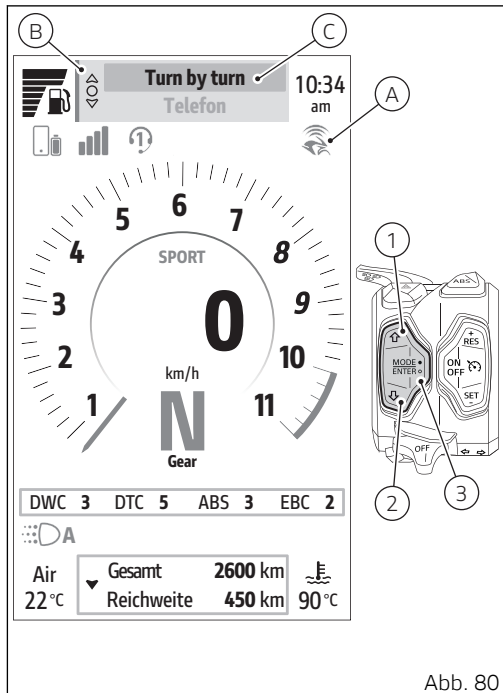

Abb. 80
- Das „Interactive Menu“ (B, Abb. 80) durch langes Drücken der Taste (1) aufrufen.
- Über die Tasten (1) und (2) die Angabe „Turn by turn“ (C, Abb. 80) markieren, dann ENTER (3) drücken.